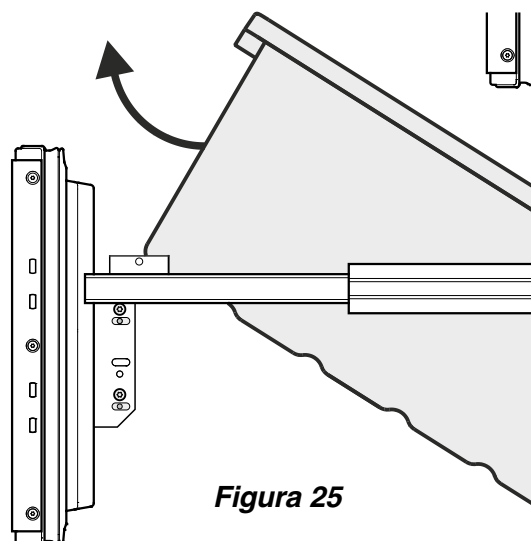

Figura 25
- Incline el recipiente y retírelo - **Figura 25.**